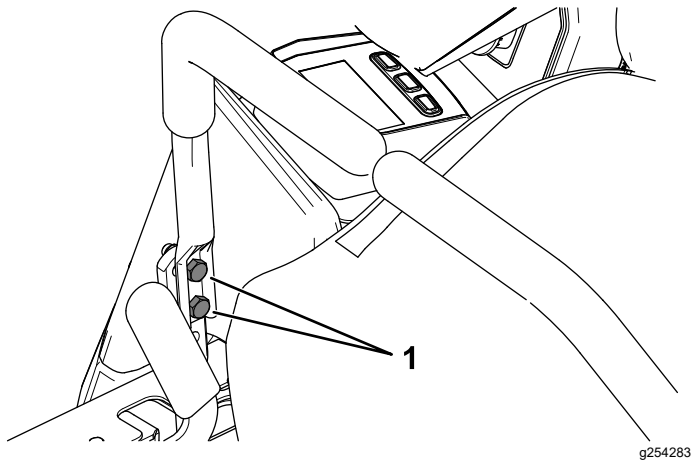

Bild 52
10. Wenn eine Ausrichtung erforderlich ist, lösen Sie die beiden Befestigungsschrauben des Fahrertriebshebels auf der falsch ausgerichteten Seite (Bild 52).
12. Ziehen Sie die beiden Befestigungsschrauben des Fahrerhebels fest (Bild 52).